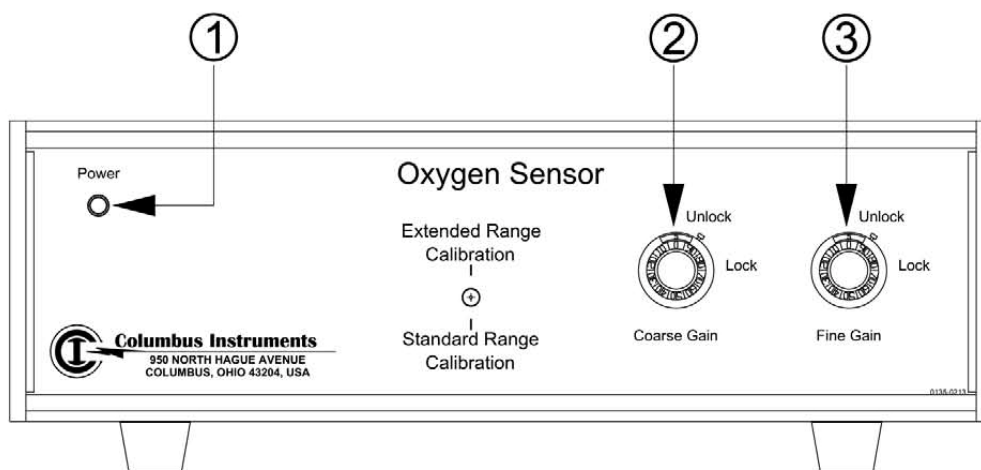

図 10 O₂ センサーの前面パネル
- ① 「Sensor In フィッティング」:システムサンプルポンプの“Sensor Out”フィッティングと接続します。
- ② 「Sensor Out フィッティング」:O₂ センサーの“Sensor In”フィッティングと接続します。
- ③ 「ヒューズ」:交換時は 3.0A のヒューズを使用してください。
- ④ 「電源スイッチ」:センサーの電源を On/Off します。
- ⑤ 「AC 電源コネクタ」:AC 電源コードを接続します。
- ⑥ 「Sensors コネクタ」:O₂ センサー(またはその他のセンサー)、およびシステムサンプルポンプを接続します。
3.7.4 電気化学式 O₂ センサー …図 10&11